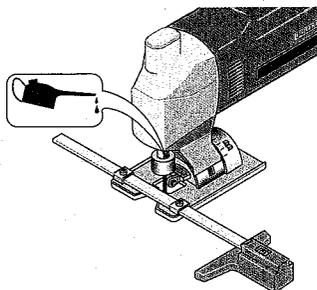

Fig. 6
2. Den Kolben und die Stützrolle regelmäßig, nach ca. 30 Minuten Laufzeit mit einigen Tropfen Motoröl (Fig. 6) versehen.